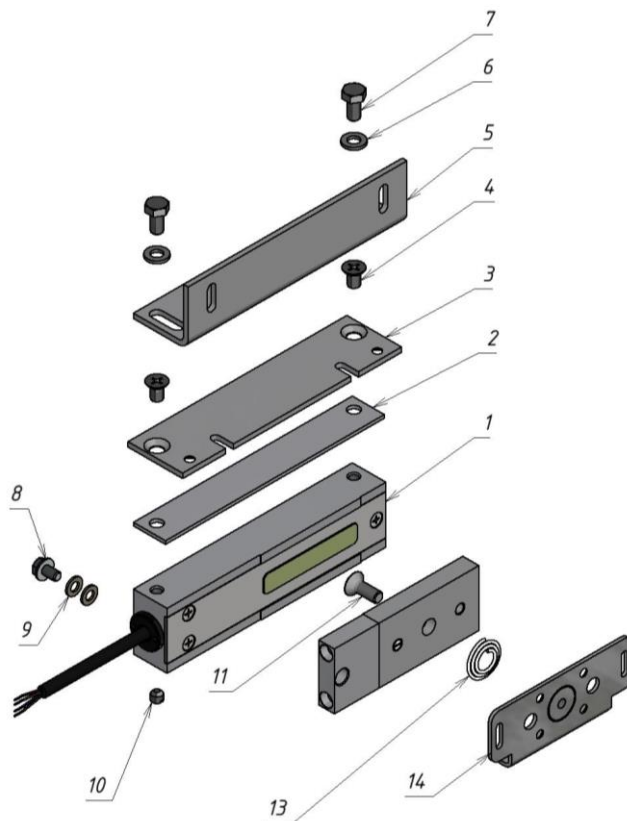
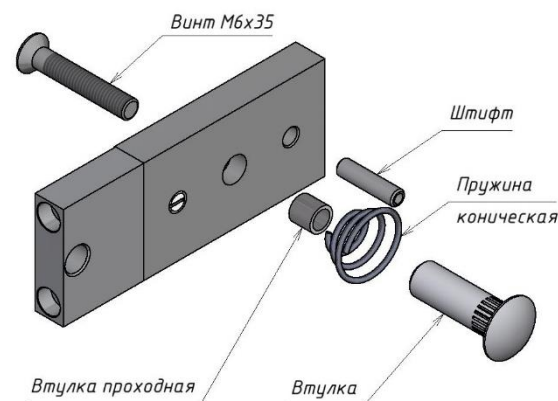

Рисунок 1 – Комплект поставки
Рисунок 2 - Комплект крепления якоря
4.1 В комплект поставки замка входят (рисунок 1):
- корпус М20 (1)..... 1 шт.
- планка узкая М20 (2)..... 1 шт.
- пластина М20 (3)..... 1 шт.
- винт М6х10 потайн. (4)..... 2 шт.
- угольник М20 (5)..... 1 шт.
- шайба 6 (6)..... 2 шт.
- болт М6х12 (7)..... 2 шт.
- винт заземления М5х8 (8)..... 1 шт.
- шайба 5 (латунь) (9)..... 2 шт.
- винт-заглушка М6х6 (10)..... 2 шт.
- винт М6х16 (потайн.) под ключ S4 (11)..... 1 шт.
- якорь М20 (12)..... 1 шт.
- пружина коническая (13) (из комплекта крепления якоря) 1 шт.
- кронштейн якоря М20 (14)..... 1 шт.
- комплект крепления якоря (рисунок 2)..... 1 шт.
Замок состоит из корпусной части и якорной части (рисунок 1). Для обеспечения эксплуатационных характеристик рабочие поверхности корпуса и якоря должны быть совмещены и плотно прилегать друг к другу при закрывании двери.
Корпус замка может крепиться при помощи угольника (5) или через монтажную пластину (3) (рисунок 1). Если позволяет конструкция места монтажа, допускается крепление непосредственно через крепежные отверстия в корпусе замка (резьба М6), длина винтов в этом случае определяется по месту, при этом в тело корпуса винты должны входить не более чем на 8мм.
- с помощью комплекта крепления якоря с отверстиями в двери для винта крепления якоря и фиксирующего штифта (рисунок 2);
- без отверстий в двери, с помощью монтажной пластины крепления якоря (12) (рисунок 1).